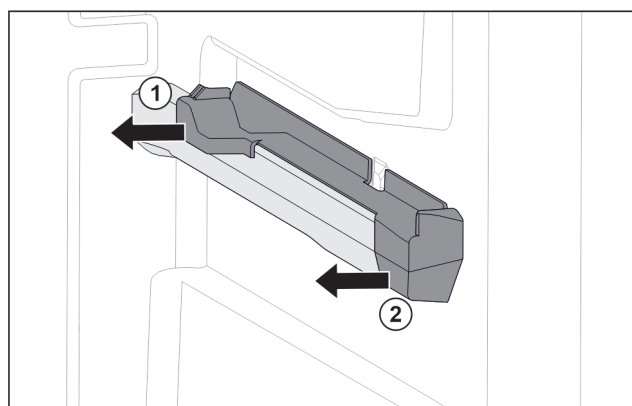

Fig. 77 Element nasadzany na prawym żebro pojemnika
- Odciągnąć element nasadzany z tyłu w bok. Fig. 77 (1)
- Odciągnąć element nasadzany z przodu w bok. Fig. 77 (2)